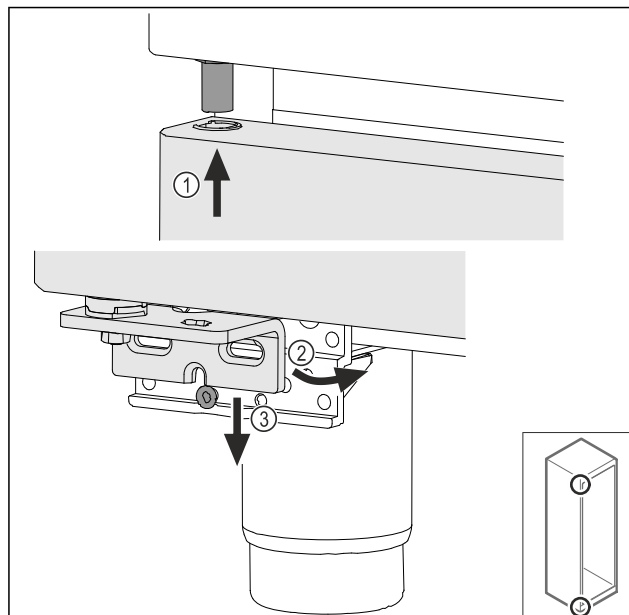

Fig. 70
- ▶ Așezați pe traseu ușa ușor basculată sus Fig. 70 (1), aliniați dreaptă ușa Fig. 70 (2) și așezați jos pe șurubul suportului de lagăr Fig. 70 (3).